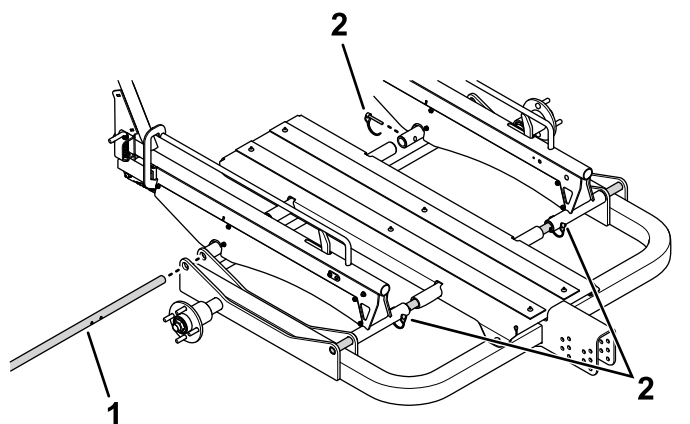

Figura 19
2. Servitevi di un assistente per tenere in posizione il kit ruote o il kit guide e il supporto centrale mentre montate le aste di supporto attraverso i fori presenti nel kit, il supporto centrale e il telaio principale (Figura 19).